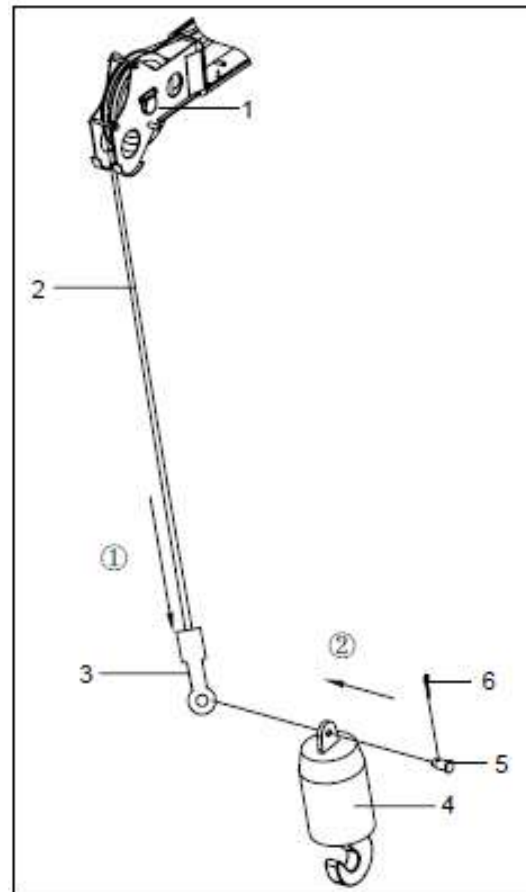

Fig.4-3.56 Monte o bloco do gancho auxiliar
3) Como mostrado na Fig.4-3.56. Plugue o cabo de aço auxiliar no canal cunha. Embale-os juntos na tomada de cunha, monte a corda de presilha e aperte a porca. Alinhe o furo de montagem na base da cunha com o topo do bloco de gancho auxiliar. Eixo do pino de montagem é apertado e corrigido com o pino de divisão.